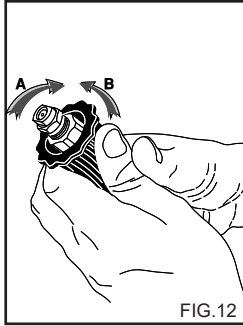

FIG. 12
ИСПОЛЬЗОВАНИЕ РЕГУЛИРУЕМОЙ ГОЛОВКИ (рис. 12).
- 2) Запустите аппарат, откройте кран моющего раствора (если есть), включите всасывание моющего средства, находящуюся на насадке пистолета (рис. 12) и распылите раствор на загрязненную поверхность снизу вверх. Оставьте раствор на несколько минут.